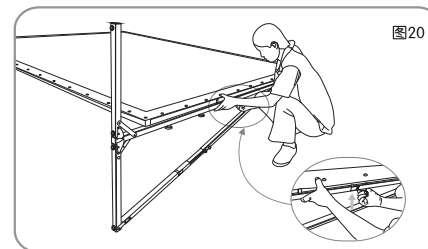
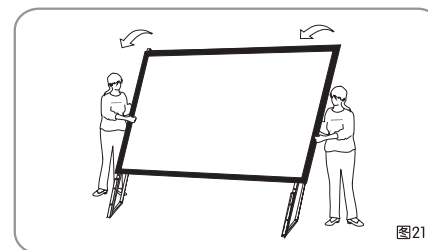

图20
图21
8. 安装主框架时最好选择在平地上安装，将安装好的支承柱，靠近平放在地上的主框架的一条短边，根据所需安装屏幕的高度选择支承柱和主框架相对应的孔位，拧入手轮螺母，然后按照同样的方法把另一条支承柱安装在主框架上，将安装好的整个框架扶起。(见图20-图21)